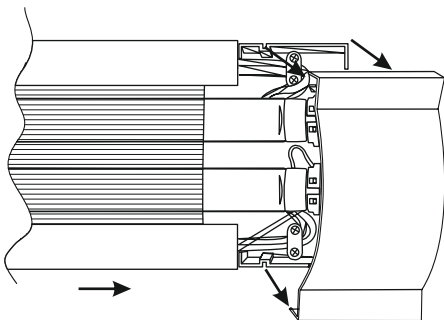

Рисунок 2
- Снимите со светильника боковые крышки, рассеиватель и извлеките из светильника люминесцентные лампы (рисунок 2).